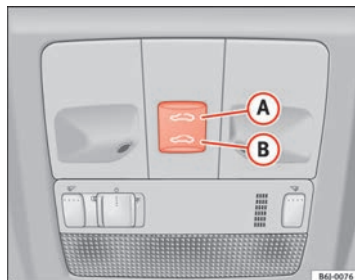

Fig. 52 Toit ouvrant / déflecteur
- Appuyez et maintenez le bouton (B) ⇒ fig. 52 ⇒ Δ appuyé, le toit se referme alors jusqu'à ce que le bouton soit relâché.